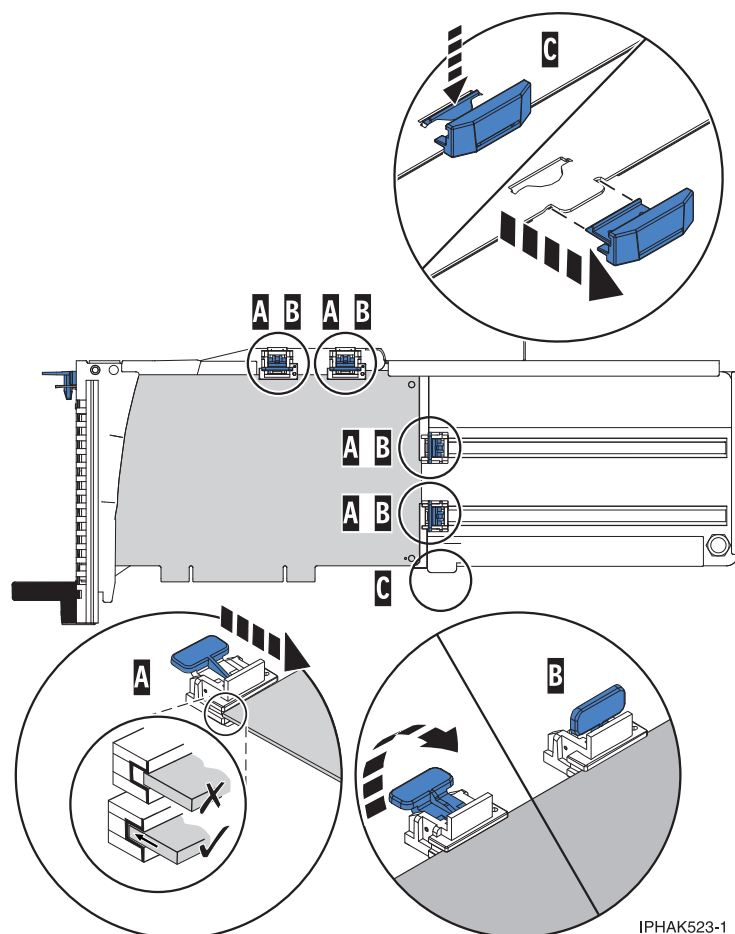

図 33. 所定位置に保持具が付いた PCI アダプター・カセット内の中型 PCI アダプター
- アダプターのスタビライザー (C) を取り外す。45 ページの図 33を参照してください。
- 保持具 (B) をセットして、ロックする。
- アダプター端が保持具すべての溝 (A) に収まっていることを確認する。アダプターの形状またはコネクタの場所がアダプター端が保持具の溝に収まるのを妨げている場合でも、保持具がそれでもアダプター端またはコネクタに対してしっかりとロックされていることを確認します。